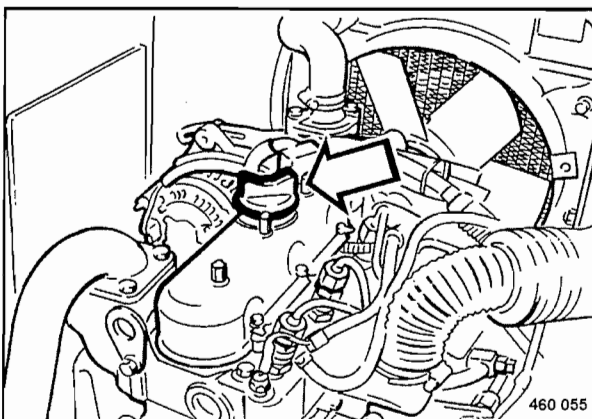

Fig. 90
- Retirar la tapa de la boca de llenado de aceite (Fig. 90).